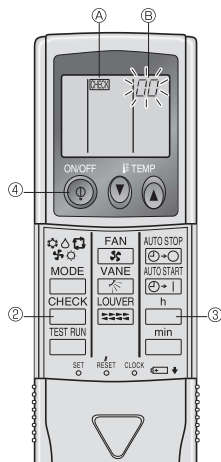

Fig. 7-4
7.3.2. สำหรับรีโมทคอนโทรลไร้สาย (Fig. 7-4)
- ① เปิดสวิตช์
- ② กดปุ่ม **CHECK** สองครั้ง